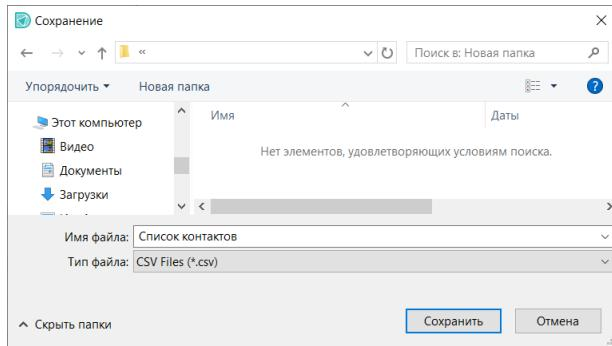

Рис. 259 Выбор места сохранения файла контактов
- Укажите в окне проводника место сохранения, имя файла и нажмите «Сохранить», см. Рис. 259.